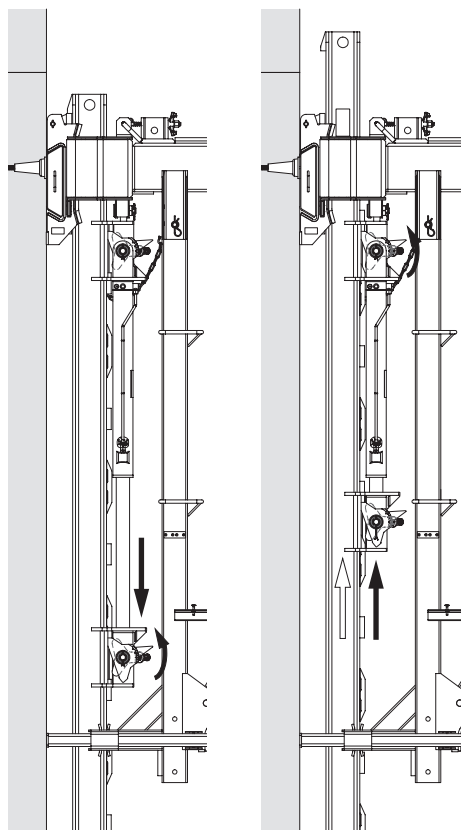

Fig. 39
1. Portare tutte le unità di commutazione nelle teste di ripresa su "Sollevamento: guida". (Fig. 39)
(Fig. 39)